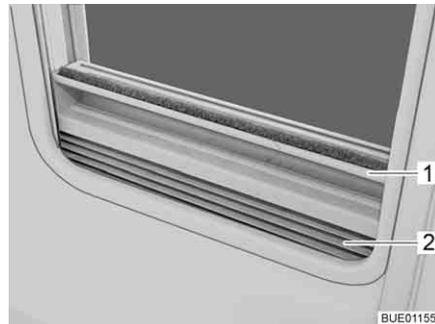

Fig. 47 Tendina oscurante pieghevole
- Afferrare la tendina oscurante pieghevole (Fig. 47,2) per la parte centrale della barra di presa (Fig. 47,1), tirarla dal basso verso all'alto e rilasciarla nella posizione desiderata. La tendina oscurante pieghevole rimane in questa posizione.